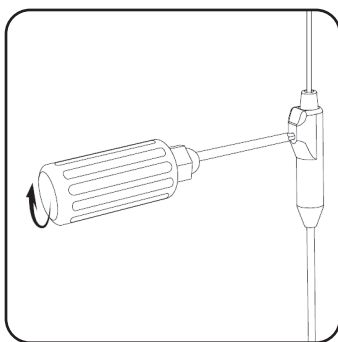

Figur 18. Før ledningen helt inn i tilkoblingsdelen på PE-kabelen.
4. Før ledningen inn i tilkoblingsdelen på PE-kabelen til den sitter helt inne og ikke kommer lenger inn. Markør D på ledningen skal befinne seg innenfor strekkavlasteren på PE-kabelen (**figur 18**). Festemansjetten på mothakeledningen skal sitte under justeringsskruen på PE-kabelen.